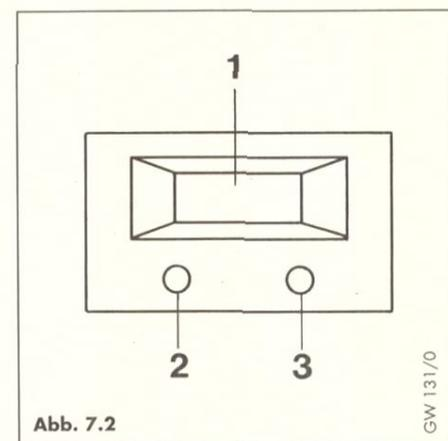
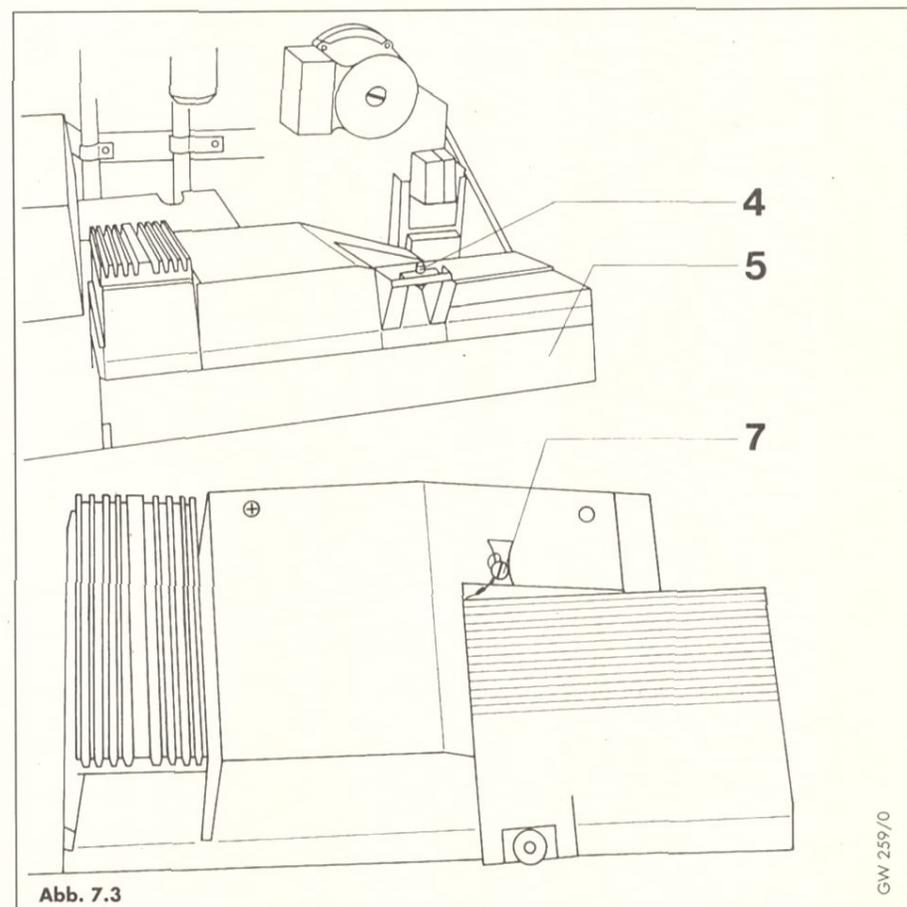

Abb. 7.2
Abb. 7.3
Das Gerät ist werkseitig auf die größte Wärmeleistung eingestellt (Potentiometer (7, Abb. 7.3) gegen Rechtsanschlag – entspricht Displaywert 80).
- Die beiden unter dem Display (1; Abb. 7.2) befindlichen Taster (2 und 3) mit Hilfe von Kugelschreibern o.ä. **gleichzeitig** kurz betätigen (im Display erscheint die Anzeige d0).
- Durch Betätigen des rechten Tasters (3) erfolgt im Display z. B. die Anzeige „80“.
- Unverlierbare Schraube (4; Abb. 7.3) lösen und Schaltkasten (5) nach vorn herausklappen. Rückwand nicht abnehmen.
#### Legende zu Abb. 7.2 und 7.3
- Am Potentiometer (7, Abb. 7.3) den ermittelten Displaywert einstellen.
- Durch Betätigen der beiden Taster (2 und 3, Abb. 7.2) sowie Umschalten des Betriebsartenschalters auf „Speicherbetrieb“ wird der Modus beendet.